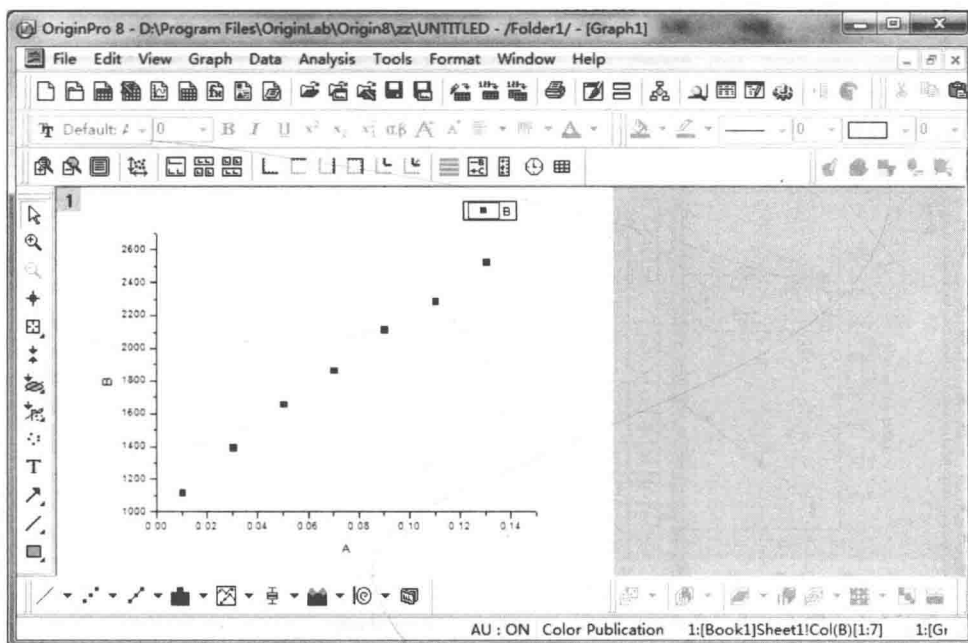

图 2-6 图形绘制
(2) 使用数据绘图
用鼠标左键选中 A (X) 和 B (Y) 两列数据，使用菜单 Plot (绘图) 或工具栏中的 Scatter (散点)  绘图，便可出现一个名为 Graph1 的图形，如图 2-6 所示。